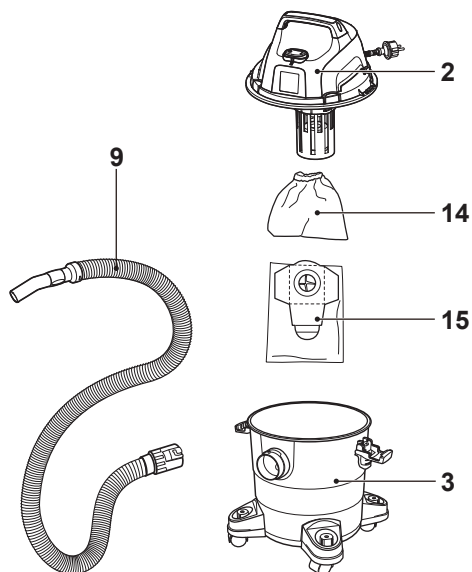

Fig. 4 Aspiração a seco e sopragem
- com filtro de pó (14) e o saco de pó (15) montado para aspiração a seco e sopro (Fig. 4)